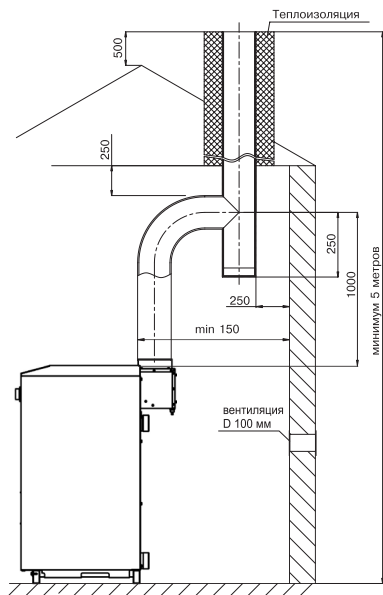

Рис. 4.
- 6.9. Устройство дымохода, к которому подключается котел, должно соответствовать СП42-101-2003 «Общие положения по проектированию и строительству газораспределительных систем» (см. рис. 4).